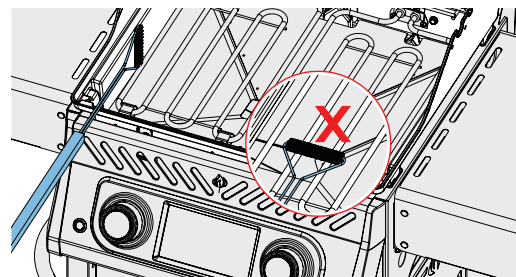

Fig. 7
2. Use una brocha de alambre de latón suave para limpiar los residuos sueltos. Cepille todos los residuos del interior del aparato hacia la bandeja de goteo extraíble. NO use la brocha en los quemadores eléctricos. (Fig. 7)